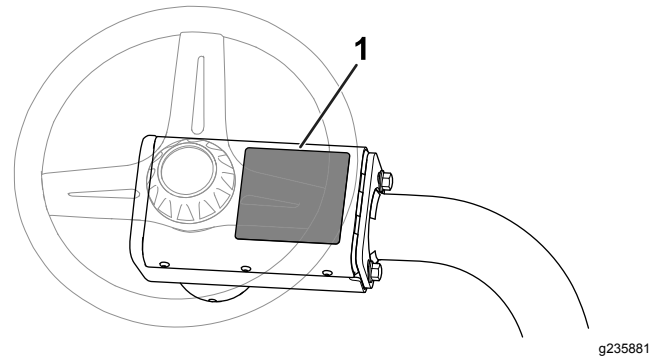

Bild 15
- Überkleben Sie den vorhandenen Warnaufkleber (Bestellnummer 136-8506) mit dem CE-Warnaufkleber (Bestellnummer 136-8505), siehe Bild 15